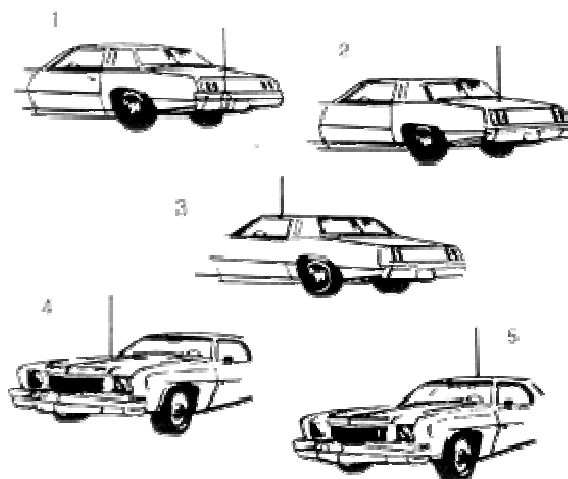

Рис. 3. Типичные места установки автомобильных антенн.
В Си-Би диапазоне наибольшее распространение получили антенны с вертикальной поляризацией. Это связано с тем, что на автомобиле сложно разместить эффективную антенну с горизонтальной поляризацией, а Си-Би связь в основном применяется для мобильных объектов. Из этих же соображений применяются антенны с круговой диаграммой направленности типа "GP" (Ground Plane). В общем случае имеются два типа антенн для мобильных Си-Би радиостанций - полноразмерный штырь длиной $1/4$ волны (2,75 м) и укороченная согласованная штыревая антенна (от 0,5 до 1,9 м). Из-за большой длины полноразмерных антенн на автомобилях применяются, в основном, укороченные антенны длиной не менее 1,2 м, в различных конструктивных исполнениях с креплением через отверстие в крыше, на кронштейне за отбортовку водостока или на магнитном основании (см. рис. 3).
На рис. 3 показаны пять типичных мест установки автомобильной антенны: (1) задний бампер, (2) задняя крышка багажника, (3) отбортовка для стока воды, (4) капот, (5) крыша.